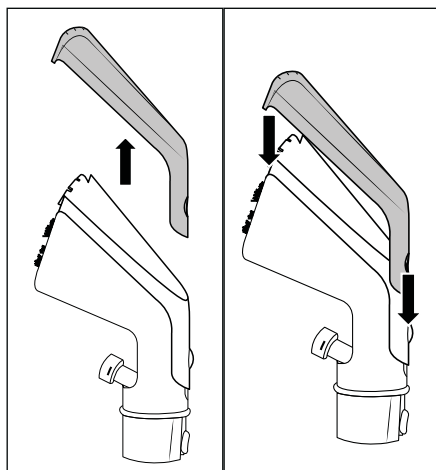

Fig. 9
- ◆ Pulse el botón de bloqueo **24** de la cubierta del cabezal de limpieza **23** de la boquilla para tapicería **22** y retire la cubierta del cabezal de limpieza **23** (consulte la fig. 9).
- ◆ Coloque la cubierta del cabezal de limpieza 23 en la boquilla para tapicería 22 y desplácela hacia abajo hasta que el botón de bloqueo 24 encastré en la boquilla para tapicería 22 (consulte la fig. 9).